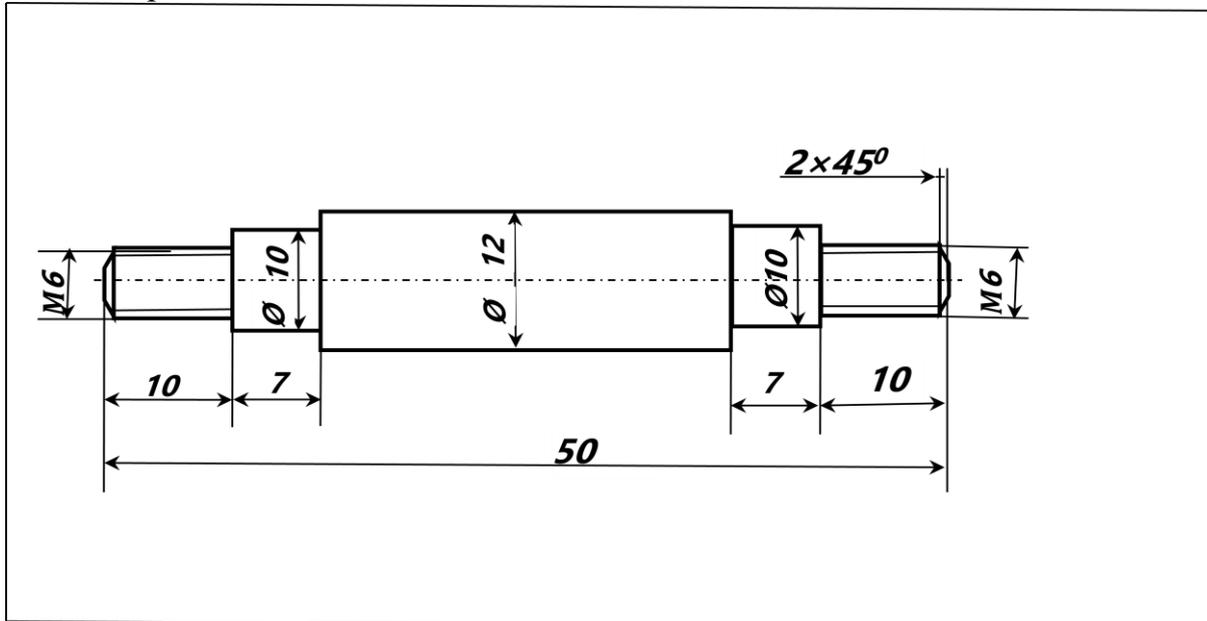

Рис. 1. Чертеж шпильки
1. По чертежу выточить шпильку с резьбой (рис.1). Шпилька предназначена для соединения между собой деталей, имеющих гладкие или резьбовые отверстия.
3. Предельные отклонения всех размеров (длины, резьбы) $\pm 0,5$ мм, по диаметру $\pm 0,1$ мм (рис. 1).